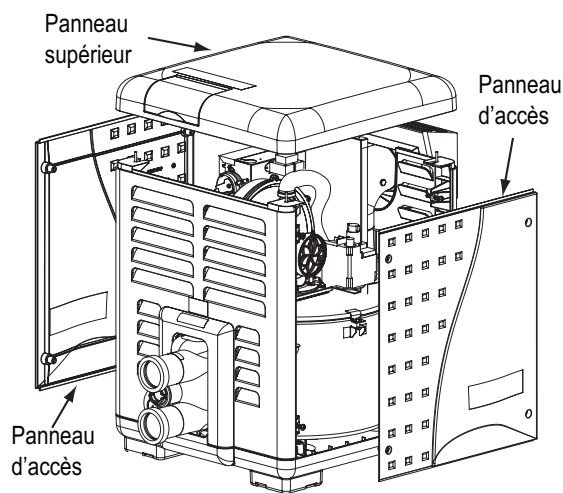

Figure 6.
- 1 Déboulonner et retirer les panneaux d'accès (voir la figure 6).